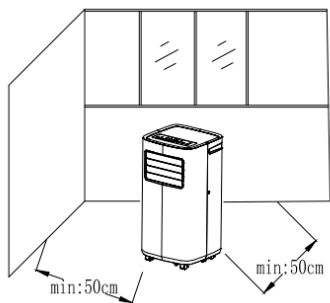

Fig 8
- Este aparato dispone de dos métodos de drenaje: drenaje manual (fig. 8) y drenaje continuo (fig. 9).